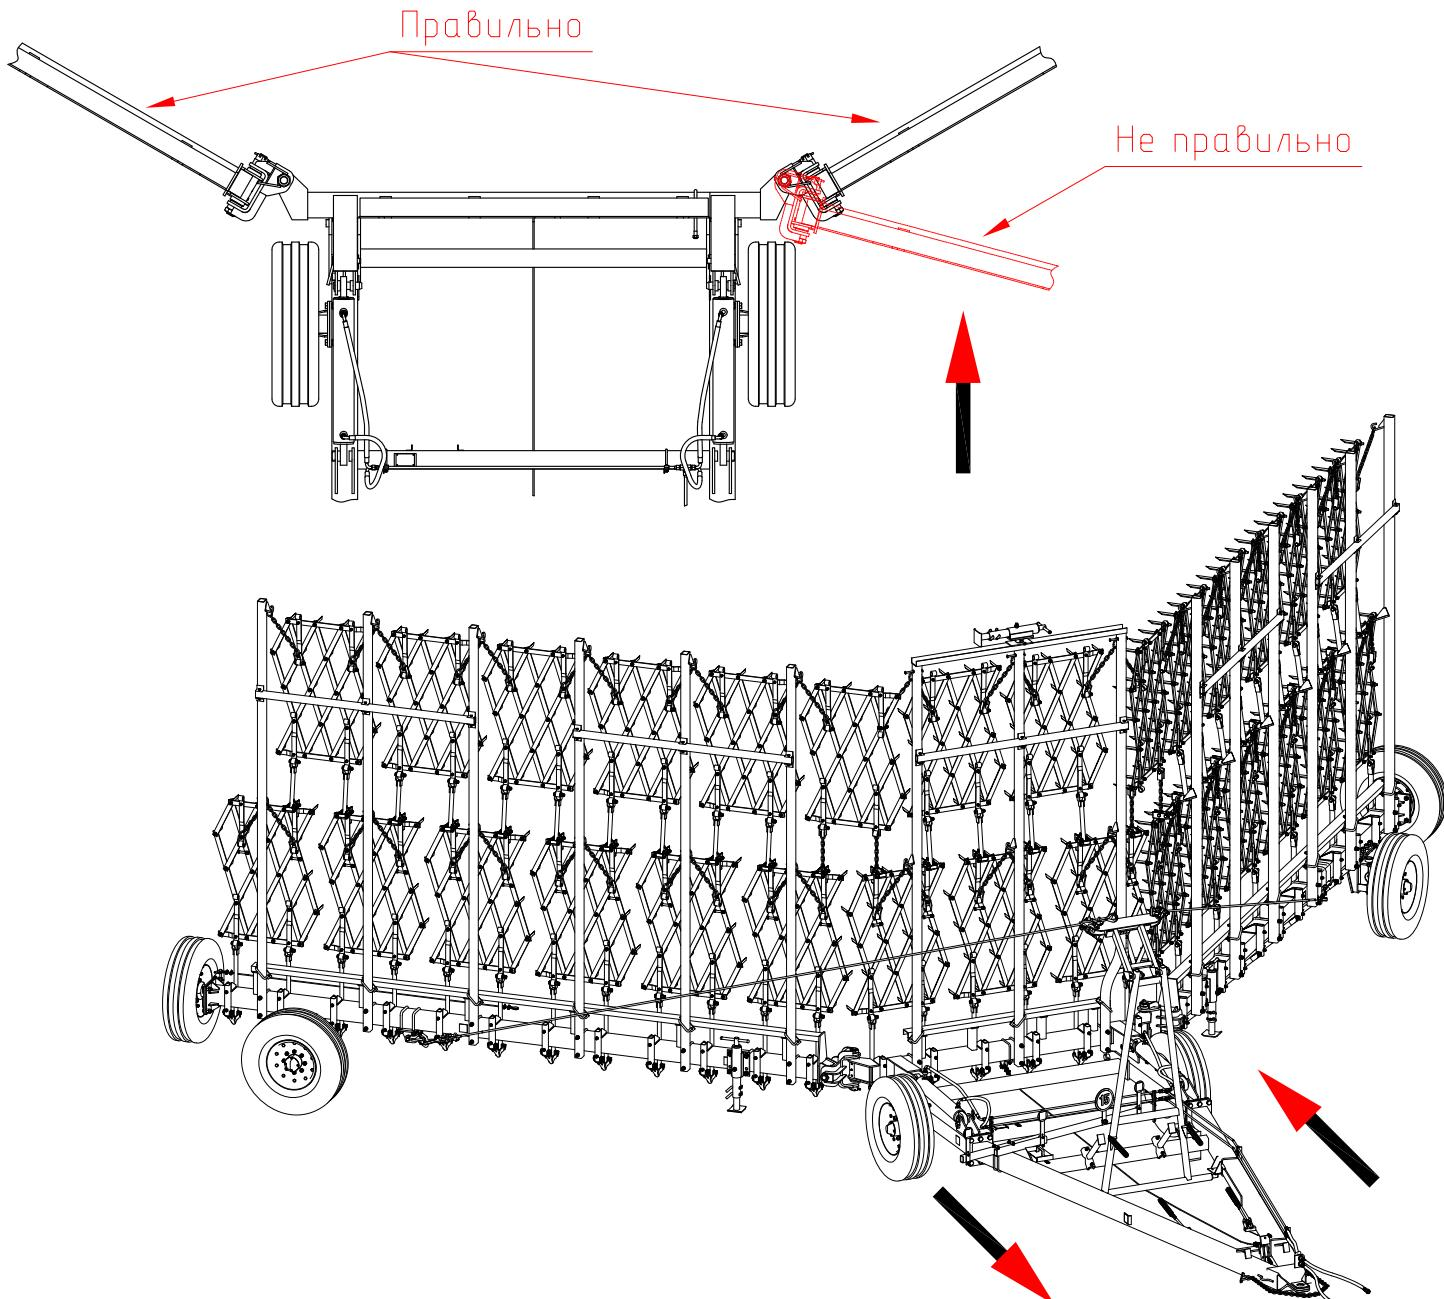
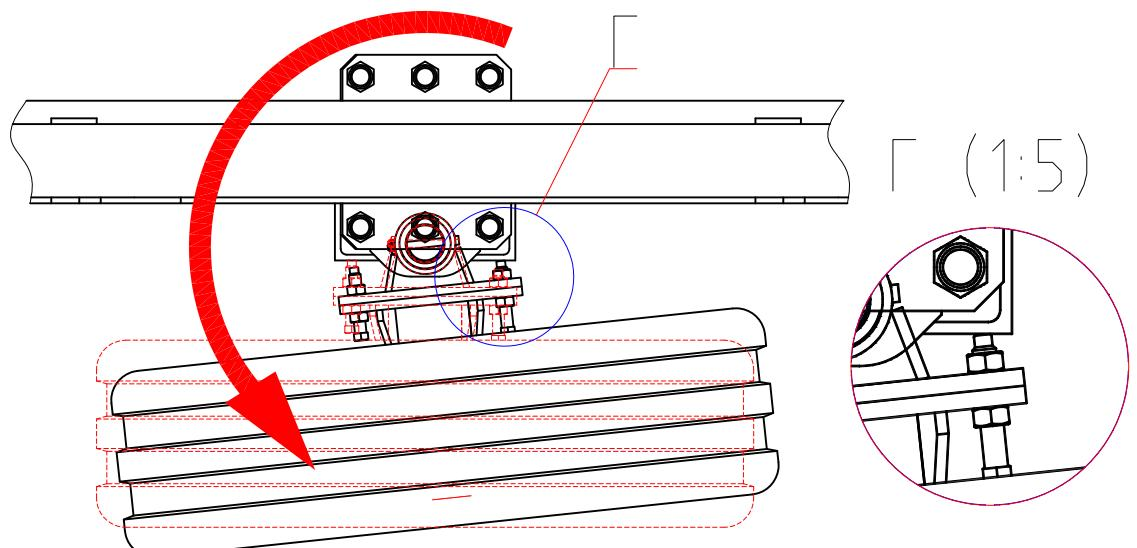

Рис.16 Маневр для перевода сцепки в транспортное (рабочее) положение.
Рис.17 Регулировка транспортных колес боковых балок
- установить выносные кронштейны со светоотражателями и знаком ограничения скорости согласно рис.16, при этом задние (красные) светоотражатели должны быть направлены назад, а передние (белые) вперед по ходу сцепки (расстояние между задними светоотражателями должно быть не более 2000 мм);
7.4.5.Отрегулировать опорные колеса винтами 8 (рис.7) так , чтобы по- лучился небольшой угол схождения по ходу сцепки (см. рис.17а). Это делается для того, чтобы боковые балки при движении вперед не разъезжались, а при переводе сцепки в рабочее положение они при движении назад они автоматически разъезжались (см.рис.17б).
7.5.2.Движением трактора назад (рис.17) перевести боковые балки с боронами в рабочее положение (рис.16) (в одну линию с центральной балкой).
- продолжать движение задом в случае если одна из балок уже переведена в пред рабочее положение (находится на одной линии с центральной балкой), а другая боковая балка не находится на одной линии с центральной балкой (рис.17)
Рис.17а
Рис.17б